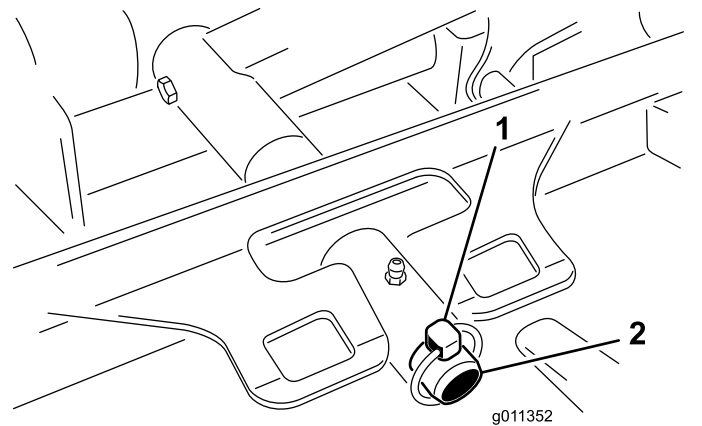

Figura 119
3. Retire el pasador de seguridad (para máquinas Groundsmaster 4500) o la tuerca de retención (para máquinas Groundsmaster 4700) que sujeta el bastidor de tiro de la unidad de corte a la barra de giro del brazo de elevación (Figura 119).
2. Deslice el bastidor de tiro de la unidad de corte sobre el pasador de giro del brazo de elevación (Figura 119). Sujete la unidad de corte al pasador con el pasador de seguridad (para máquinas Groundsmaster 4500) o la tuerca de retención (para máquinas Groundsmaster 4700).